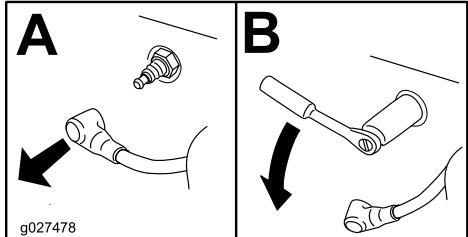

Figura 47
4. Retire a(s) vela(s) como se mostra na Figura 47.